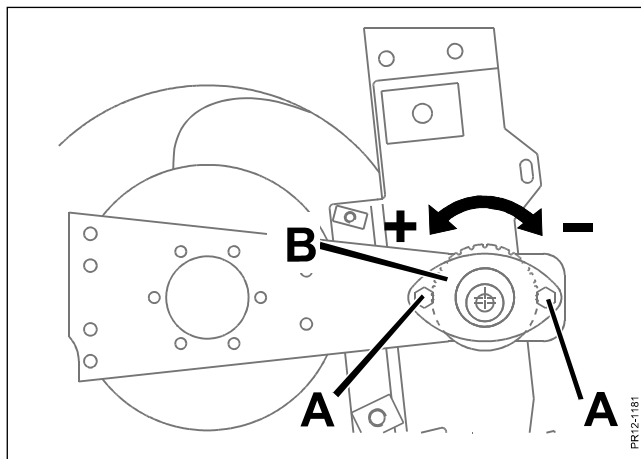

Fig. 7-9
**Fig. 7-9** To bolte **A** løsnes hvorefter excentrikken **B** kan drejes med en skruetrækker eller lignende. Der drejes i + retning for at stramme og tilsvarende i - retning for at løsne.